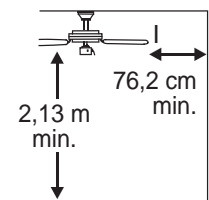

Fig. 3
3. Asegúrese de que las paletas (I) del ventilador queden a por lo menos 76,2 cm de cualquier obstrucción. Verifique la longitud del vástago (A) para asegurarse de que las paletas (I) queden a por lo menos 2,13 m arriba del nivel del piso. [Fig. 3]
3. Instale el extremo del vástago (A) con la bola en la abertura del soporte de montaje (C). Alinee la ranura de la bola con la lengüeta del soporte de montaje (C). [Fig. 3]